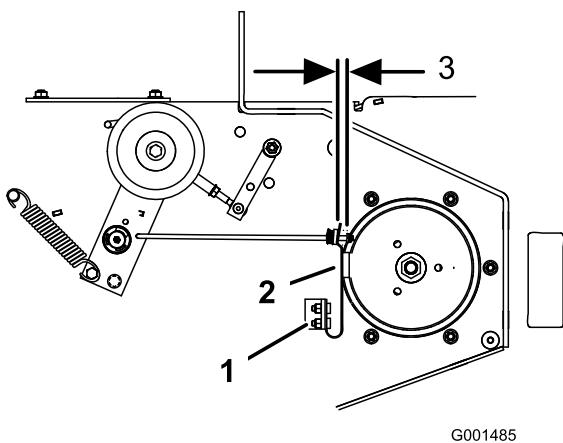

Figura 65
3. Si es necesario, ajuste los pernos de montaje del muelle hasta que la pastilla de freno de la cuchilla roce contra ambos lados de la ranura de la polea (Figura 65).
4. Ajuste la tuerca del extremo de la varilla de freno de la cuchilla hasta que quede un espacio de 3–5 mm (1/8–3/16 pulg.) entre la tuerca y el espaciador (Figura 65).